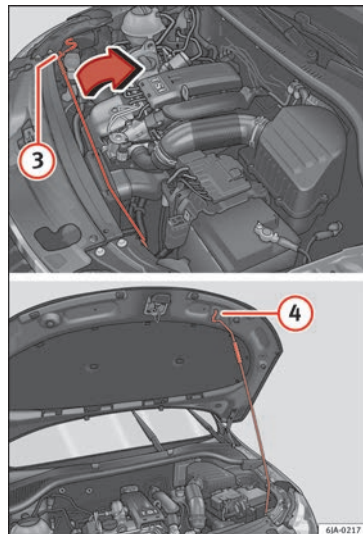

Fig. 109 Bloqueio do capot do compartimento do motor.
– Tire a vareta de apoio ③ » Fig. 109 do seu suporte na direção da seta, e bloqueie o capot levantado, de modo a encaixar a extremidade da vareta na abertura que se encontra no capot ④.